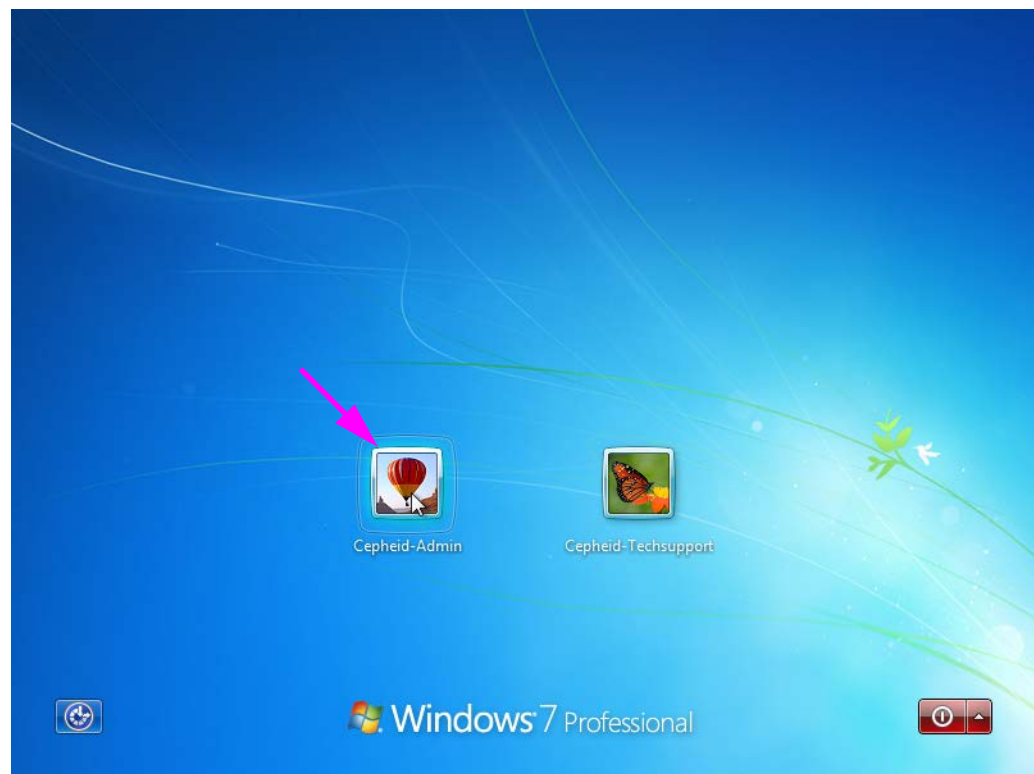

Figure 2-13. Écran du compte Windows 7
- Dans Windows 7, l'écran du compte Windows s'affiche. Voir la Figure 2-13.
3. Sur l'écran du compte Windows, sélectionnez le compte utilisateur Cepheid (voir la Figure 2-13 et la Figure 2-16).
L'ordinateur du GeneXpert Dx system est configuré avec deux comptes Windows. Le compte **Cepheid-Admin** est destiné aux tâches d'administrateur du type mises à jour de logiciel, configuration du système et utilisation normale ; alors que le compte **Cepheid-Techsupport** est réservé exclusivement au support technique de Cepheid. Voir la Figure 2-13 et la Figure 2-16.